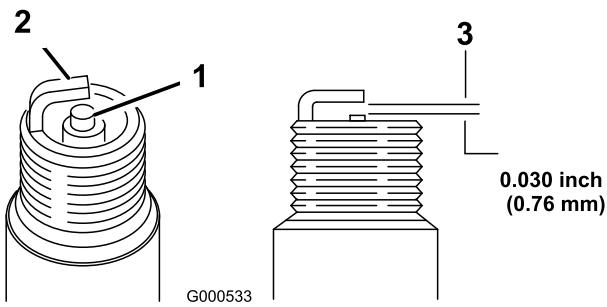

図 54
1. 中央の電極部(図 54)を観察する。薄茶色や灰色になっていれば正常に燃焼している。碍子が黒くなっているのは不完全燃焼である(エアクリーナの汚れが原因であることが多い)。
2. すきまゲージでエア・ギャップの点検を行い、隙間の大きさが適切でなければ側面の電極を注意深く曲げて調整する(図 54)。